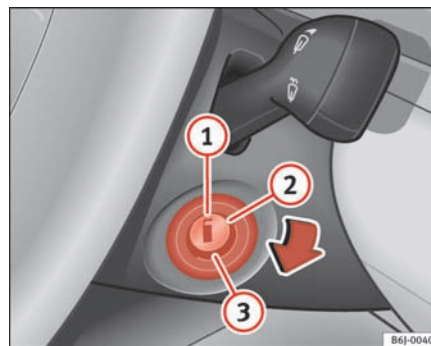

Fig. 101 Tændingsnøglenes stillinger
I denne stilling ⇒ **side 131, fig. 101** er tændingen afbrudt og motoren standset, og rattet kan låses.
- Drej tændingsnøglen til stilling $\Rightarrow$ side 131, fig. 101 ②. Mens motoren forgløder, lyser kontrollampen ∞ .
- Drej tændingsnøglen til stilling ③ for at starte motoren, når kontrollampen ikke længere lyser – trød ikke på speederen.
- Drej tændingsnøglen til stilling $\Rightarrow$ side 131, fig. 101 ①.